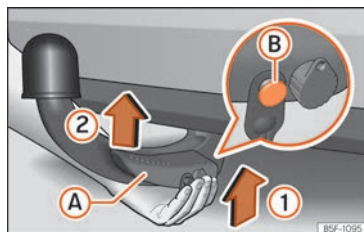

Fig. 179 Colocación del gancho de remolque. Paso 1
- Sujete el gancho de remolque **desde abajo** y encájelo en el alojamiento del gancho siguiendo el sentido de la flecha » fig. 179 (1) hasta que se encastre de forma audible » △.
La palanca » fig. 179 (A) gira **automáticamente** en el sentido de la flecha (2) hacia arriba y el perno de desbloqueo (B) sale hacia afuera (su parte roja y verde es visible) » △.
- **Al fijar el gancho de remolque, para evitar pillarse los dedos, se recomienda mantener las manos retiradas de la palanca » fig. 179 (A) .**